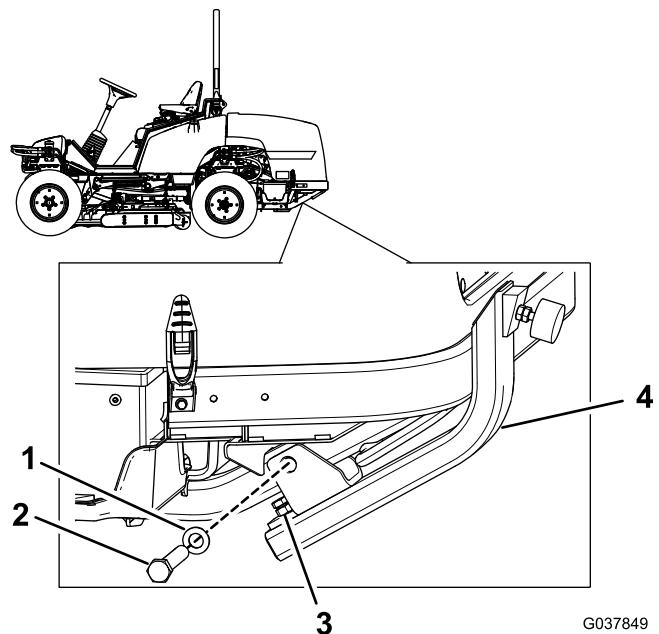

Figura 1
2. Allentate il controdado sul bullone di regolazione sull'estremità di un paraurti e abbassate il bullone di regolazione al massimo (Figura 1).
3. Montate il paraurti sul telaio della macchina, utilizzando un bullone grande, una rondella e un dado del gruppo paraurti; non serrate i dispositivi di fissaggio (Figura 1).